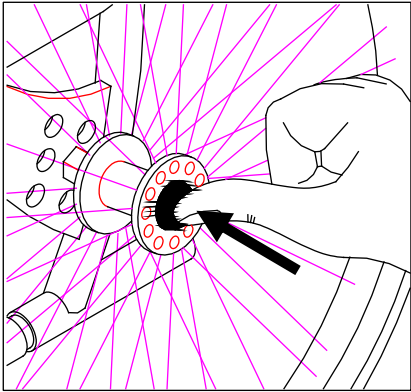

Bild 1
- drücken Sie den Knopf in der Achsenmitte (Bild 1);